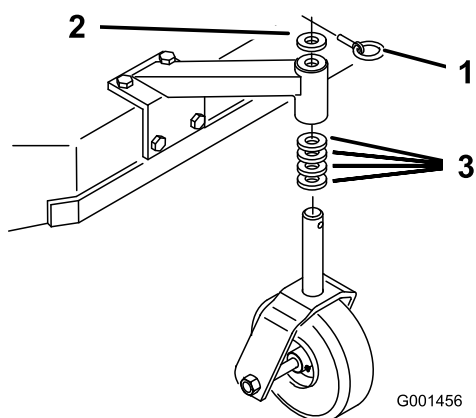

Figure 17
1. En vous reportant au Tableau de hauteur de coupe, ajustez les entretoises des roues pivotantes en fonction du trou de réglage de l'essieu sélectionné (Figure 17).
- Retirez la goupille de verrouillage, sortez la roue pivotante de son support et changez les entretoises (Figure 17).
- Mettez la roue pivotante en place dans le support et insérez la goupille de verrouillage (Figure 17).